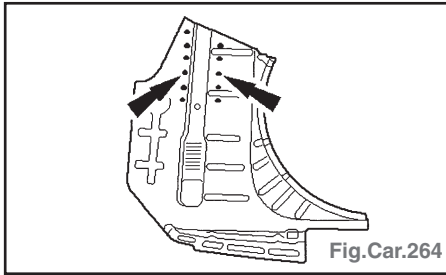

Fig.Car.264
- ligne de coupe préalable (1),
- fraiser les points de soudure (2).
- Percer des trous pour le soudage par bouchonnage (Fig.Car.264).